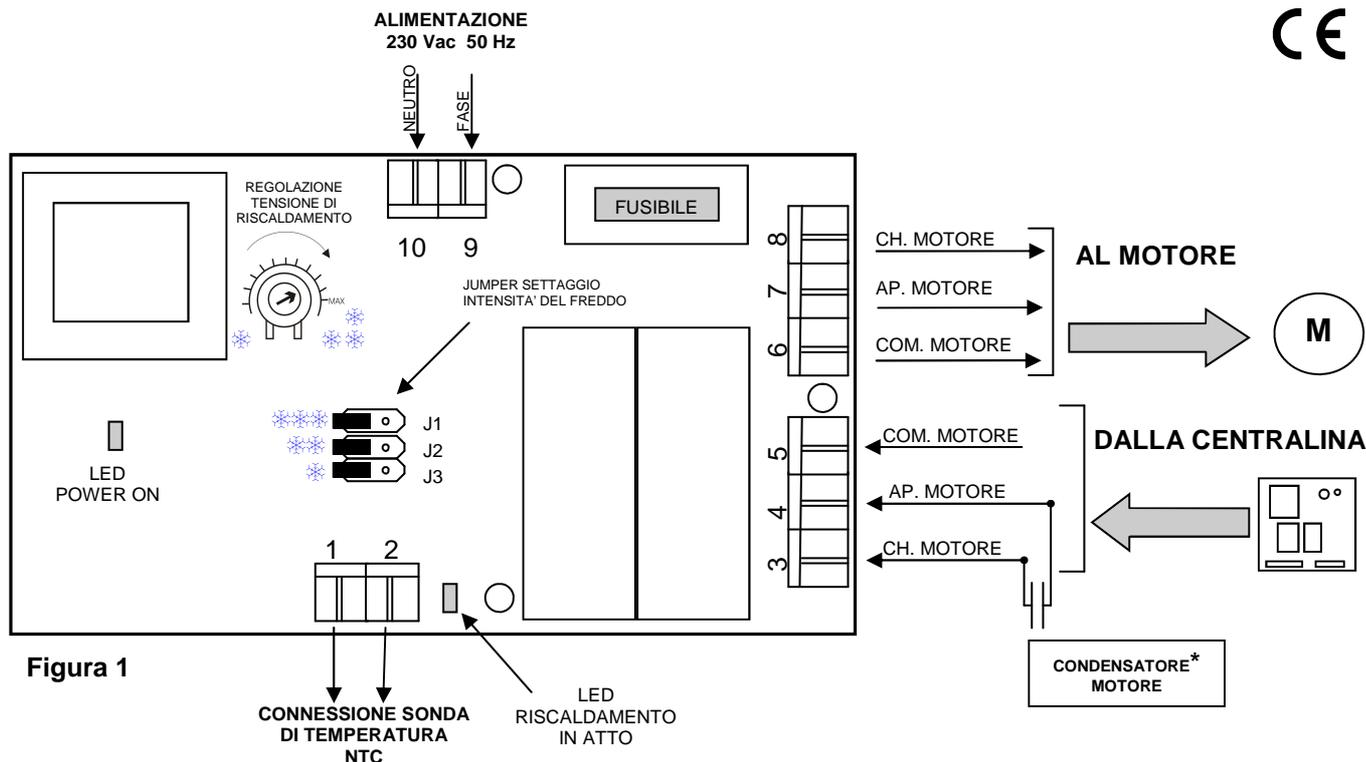

Figura 1
- 3) Effettuare il cablaggio dei cavi del motore e della centralina come evidenziato in figura 1.